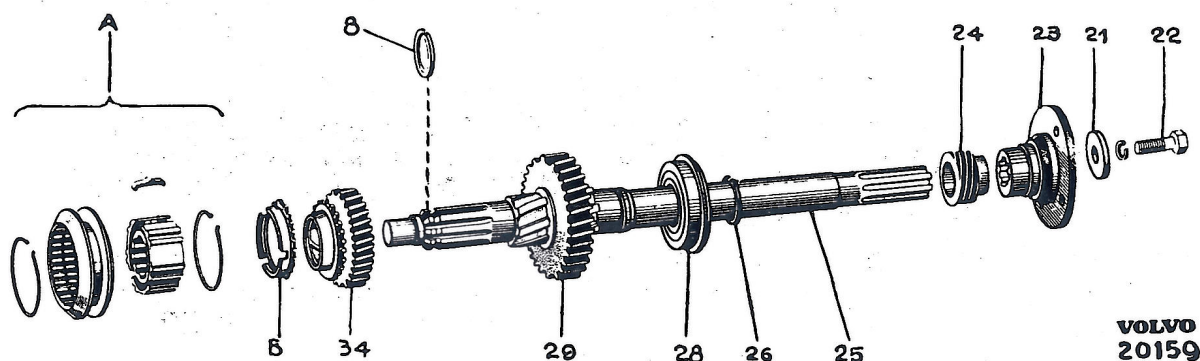

Bild 18. Huvudaxel, H 1—H 4.
2. På växellåda H 5—H 6 monteras kullagret (28) på huvudaxeln. För in huvudaxeln i huset och montera på i nu nämnd ordning 1:ans skjutbara hjul (29), 2:ans hjul (34), synkroniseringskonan (B) och synkroniseringsanordningen (A), se bild 18. På växellåda typ H 1 och H 3 kan synkroniseringsanordningen vändas hur som helst. På typ H 4—H 6 skall den vändas så, att den del av själva navet, som är försedd med den längsta halsen kommer framåt. Se till att de tre medbringarna passar in i urtagen i synkroniseringskonan.